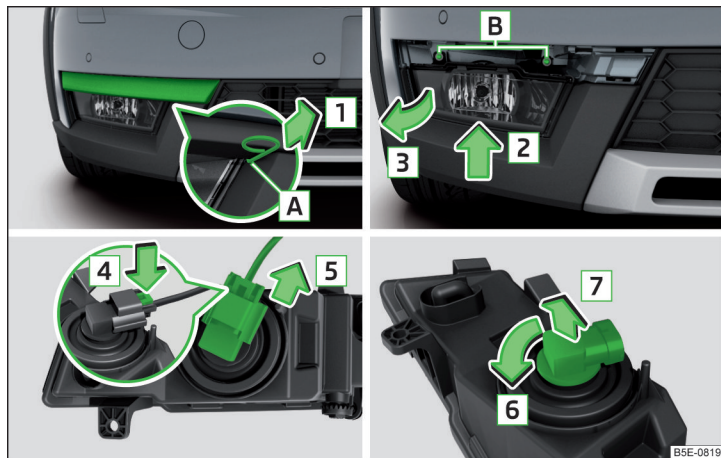

Fig. 361 Retirar el faro antiniebla / Cambiar la bombilla - Variante 2
- Introducir en la apertura [A] » fig. 361 el estribo para retirar los tapacubos integrales.
- Monte el faro antiniebla en sentido contrario al de la flecha [3] » fig. 361 y enrósquelo.